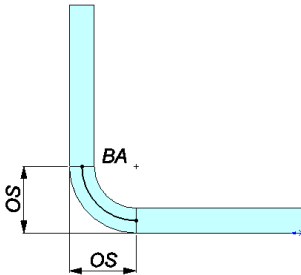

Рисунок 9.6 - Обчислення згину
- обчислення згину - величина зменшення згину обчислюється по формулі (рис. 9.6): $BD = 2 \times OS - BA$;